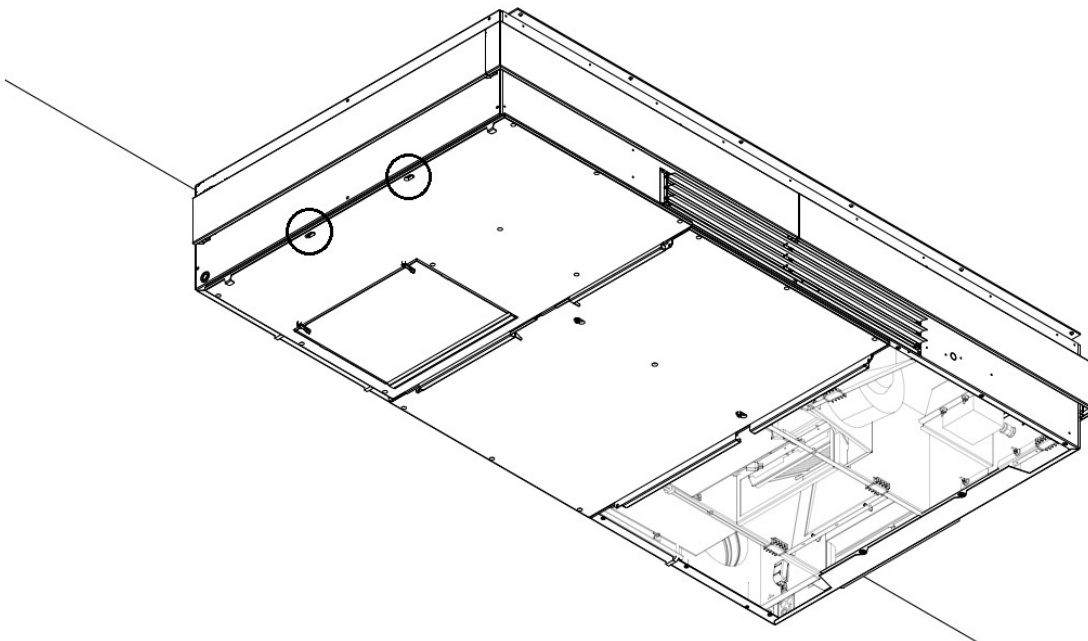
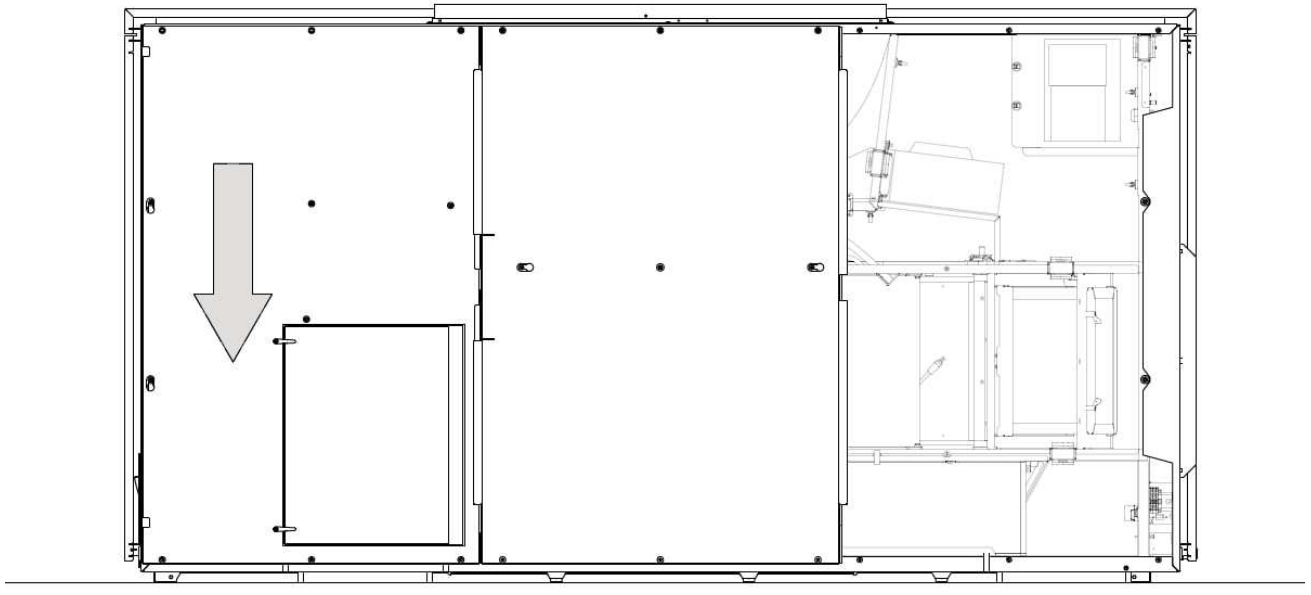
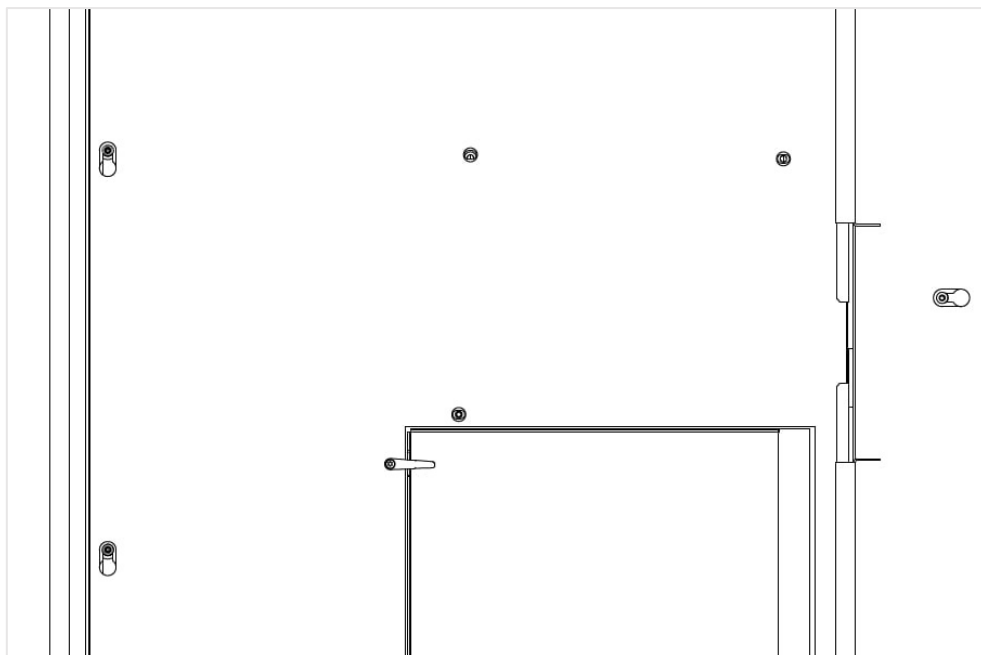

Abbildung 40: Schlüsselloch auf der linken Stahlplatte
Abbildung 41: Stahlplatte gegen die Wand schieben
Abbildung 42: Stahlplatte, verriegelt im schmalen Teil des Schlüssellochs
7. Als Nächstes heben Sie die Platte nach oben und setzen sie auf die in Schritt 5 montierten Schrauben. Wie zuvor müssen die Schraubenköpfe in den runden Teil des Schlüssellochs eingeführt werden, schieben Sie dann die Platte in Richtung Wand, wobei die Platte im schmalen Teil des Schlüssellochs verriegelt wird, siehe Abbildung 40, Abbildung 41 und Abbildung 42.